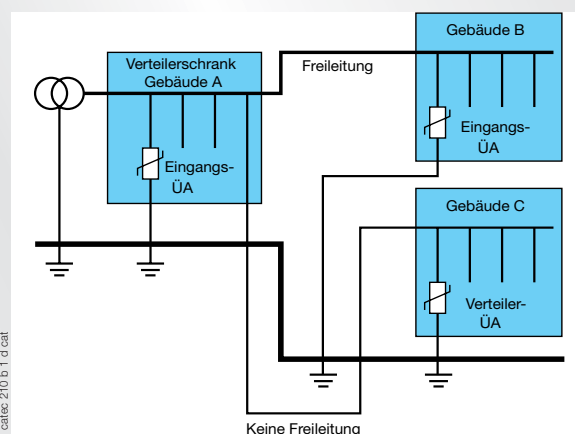

Bild 1: Auswahl von Eingangs- oder Verteiler-Überspannungsableitern
- am Hauptverteiler-Schrank (Bild 1);